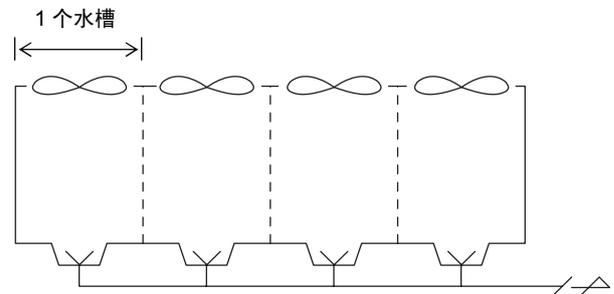

图 14 冷却塔（由多个水槽构成）
通过由多个水槽构成的冷却塔（图 14）进行风机的多机组控制控制时，由于每个水槽的水温各不相同，所以无法用 1 台本产品实现多机组控制。请另行通过代表温度进行控制。
- \* 如果达到制冷机的冷却水下限值，不停止冷却塔的风机，则制冷机 COP 将上升，从而整体达到节能的效果，因此在多个水槽构成的冷却塔（图 14）中也推荐使用多机组控制。